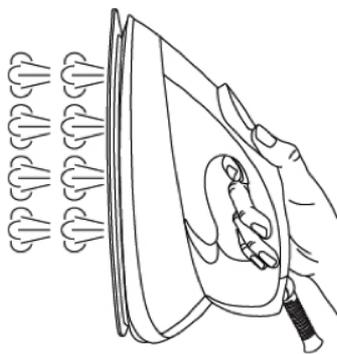

FIGURE 7
2. Tenez le fer à repasser en position verticale (Figure 7) à une distance de 15 à 30 centimètres du vêtement.